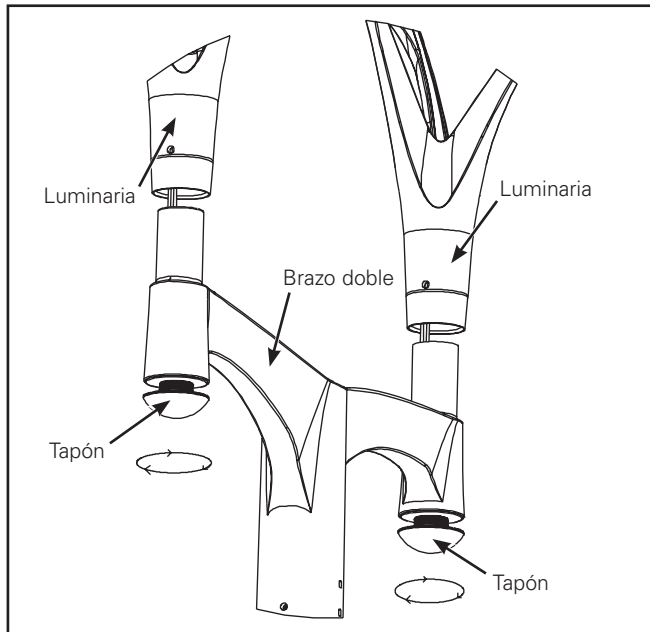

Figura 15.
- Una vez que haya terminado las conexiones, tire con cuidado todos los cables para volver a introducirlos en el orificio del brazo de donde se quitó el tapón. Ajuste los tapones para cerrar los orificios del brazo doble. (Figura 15.)